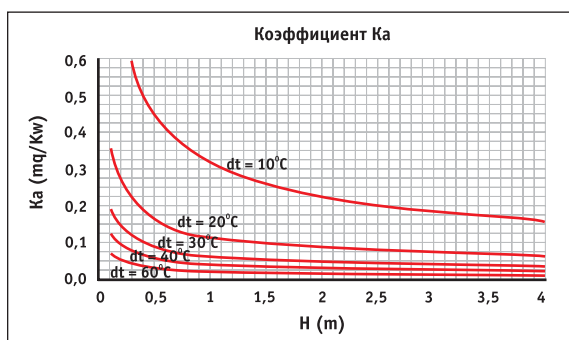

Рис. 19. Определение коэффициента Ka
- исходя из наименьшей допустимой разности dt между температурами входящего и выходящего воздуха, составляющей 15 °С в соответствии с пунктом 4.2.104 ПУЭ, следует на кривой «dt = 15°С» (см. рис.19) отметить точку, соответствующую определенной на предыдущем шаге высоте H, и по данной точке найти соответствующее значение Ka;